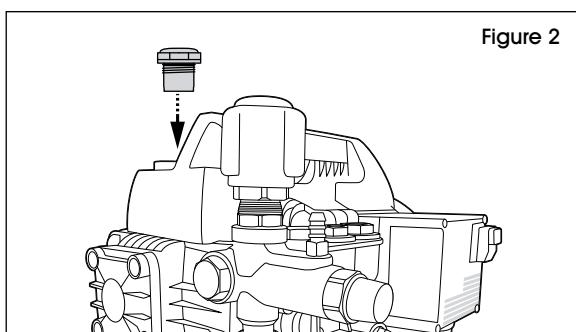

Figure 2
2. Remplacez-le avec le bouchon d'huile ventilé jaune qui se trouve dans le sac d'accessoires. (Voir Figure 2)